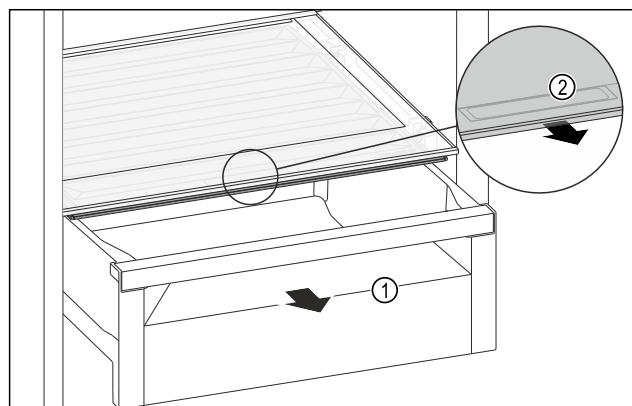

Fig. 66
- Estrarre il cassetto Fig. 66 (1).
- Afferrare la maniglia incassata Fig. 66 (2) sul coperchio dello scomparto e tirare allo stesso tempo in avanti il coperchio dello scomparto.